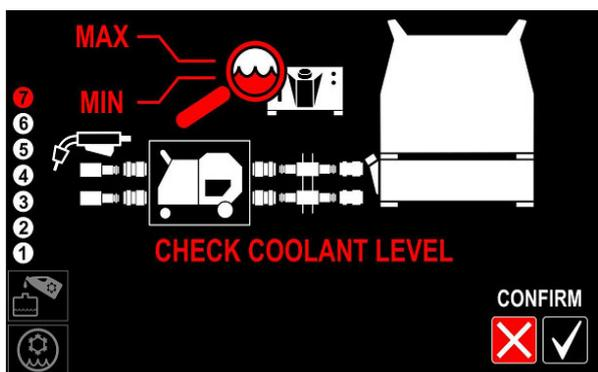

Figure 20
- Vérifier le niveau du liquide de refroidissement, et faire l'appoint le cas échéant afin d'atteindre le niveau indiqué par les repères minimum et maximum indiqués sur l'étiquette avant du refroidisseur **COOL ARC® 60** - (Figure 20 ou 28).